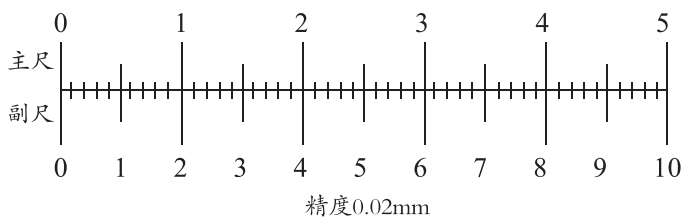

图1-3 游标卡尺的刻线原理
③游标卡尺测量范围可分为：0~125mm、0~150mm、0~200mm、0~300mm、0~500mm 等，最大可测至 3000mm。
④游标卡尺的测量精度可分为：0.1mm、0.05mm、0.02mm 三种规格。这三个数值就是卡尺所能量得的最小读数精确值。目前，常用的游标卡尺其测量精度为 0.02mm。
⑤游标卡尺的刻线原理（以测量精度 0.02mm 的游标卡尺为例）。主尺上每小格为 1mm。主尺上的 49mm，正好等于副尺上的 50 格。副尺每小格是： $49 \div 50 = 0.98\text{mm}$ ，主尺与副尺每格相差 $1\text{mm} - 0.98\text{mm} = 0.02\text{mm}$ ，如图 1-3 所示。